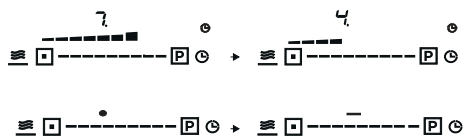

Abb. 55
Wenn der Timer des Dunstabzuges auf 10 Minuten oder mehr eingestellt ist, reduziert das Gerät die Leistungsstufen des Dunstabzuges in den letzten 5 Minuten runter bis auf 0 und geht in den Standby-Modus über (Abb. 55).
Drücken Sie die Sensortaste (S) zum Ein- und Ausschalten der Timer-Funktion. Die Einstellung der gewünschten Zeit erfolgt über die Sensortasten + / - (Abb. 55).